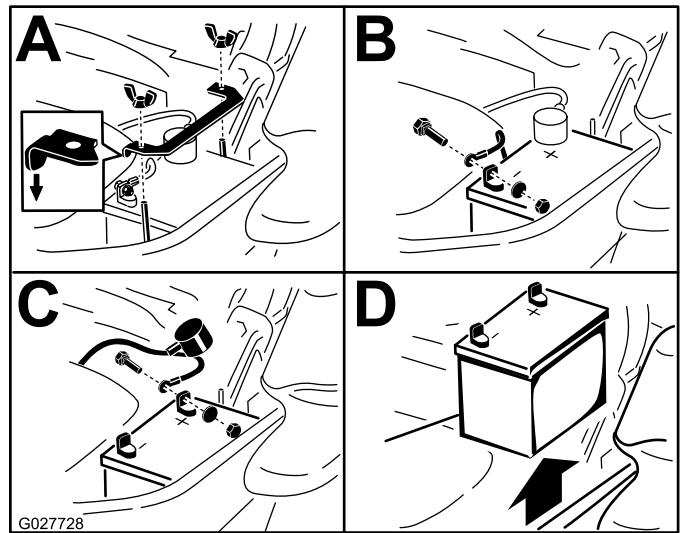

Bild 51
3. Klemmen Sie zunächst das Minuskabel vom Minuspol (-) der Batterie ab (Bild 51).
4. Schieben Sie die rote Polkappe vom Pluspol (rot) der Batterie ab, und klemmen Sie das Pluskabel (+) (rot) ab (Bild 51).
5. Nehmen Sie die Flügelmutter ab, mit denen die Batterieklemme befestigt ist (Bild 51).
6. Nehmen Sie die Klemme ab (Bild 51).
7. Entfernen Sie die Batterie (Bild 51).
1. Legen Sie die Batterie in den Ständer, sodass die Klemmen auf der anderen Seite des Hydraulikbehälters sind (Bild 51).
4. Befestigen Sie die Kabel mit zwei Schrauben, 2 Scheiben und 2 Sicherungsmuttern (Bild 51).
6. Setzen Sie die Klemme auf und befestigen Sie sie mit der Flügelmutter (Bild 51).